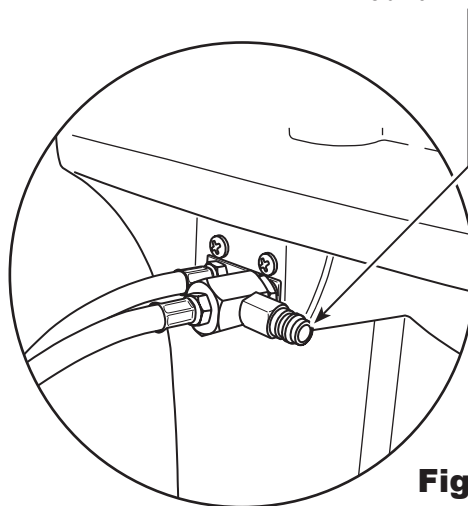

Figure 20
1. Avec la machine toujours connectée au véhicule et avec les coupleurs ouverts, connectez le coupleur côté basse pression (bleu) depuis la machine Robinair 25700 vers l'orifice de récupération du contaminant à l'arrière de la machine. Reportez-vous à la Figure 20. Ouvrez les vannes du coupleur.